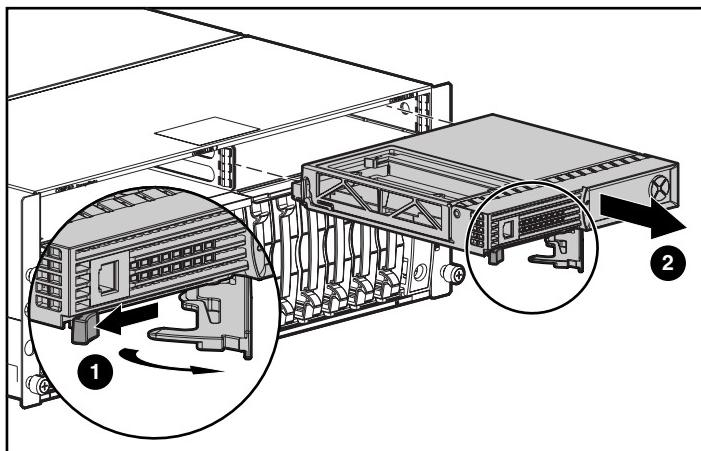

Figura 5: Quitar el Controlador de un MSA1000
1. Presione el pestillo del Controlador y tire del asa del pestillo hacia usted ①. Consulte la Figura 5.
2. Extraiga el Controlador MSA1000 tirando de él y sacándolo del chasis ②.